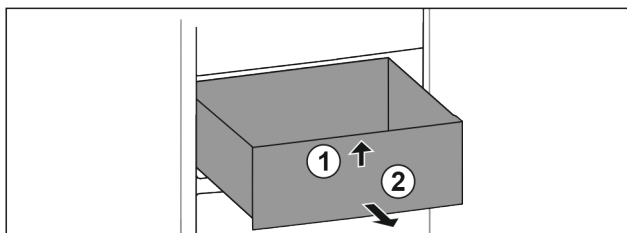

Fig. 68
- ▶ Nadvihnite zásuvku vpredu. Fig. 68 (1)
- ▶ Odoberte zásuvku dopredu. Fig. 68 (2)